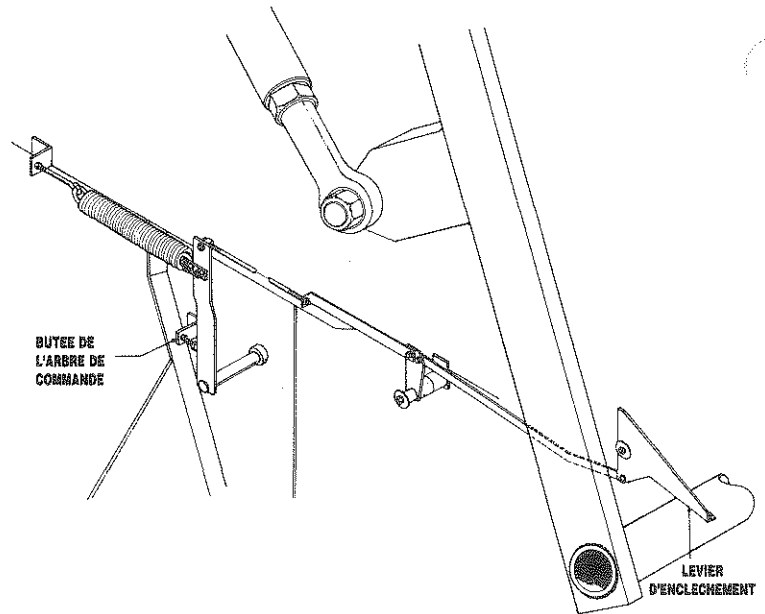

Fig. 31
4. Ajuster la butée de l'arbre de commande du tendeur, Fig. 31, jusqu'à ce que les ressorts soient comprimés de $\frac{1}{2}$ " (1,3 cm), par rapport à leur longueur au repos. La longueur au repos est obtenue, lorsque la ficelle peut être poussée dans le tendeur.